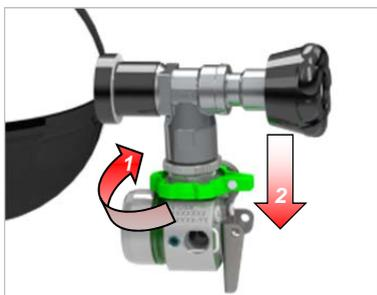

Fig. 24 Rimozione di una bombola con *alphaCLICK 2*
- (3) Chiudere la valvola della bombola e depressurizzare il sistema pneumatico dell'autorespiratore per mezzo dell'erogatore.
- (4) Per le bombole per aria compressa con *alphaCLICK 2* ruotare il volantino sul lato del raccordo (freccia 1) prima in senso orario (→ Fig. 24) e poi, dopo aver raggiunto il blocco, premere verso il basso in direzione del riduttore di pressione (freccia 2).